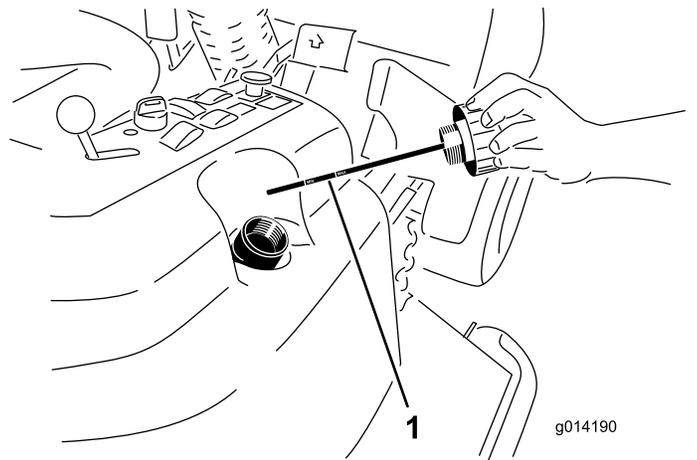

图40
4. 从加油颈上取下液压加油盖图40。
5. 取出量油尺用干净的抹布擦拭图40。
6. 将量油尺完全拧入加油颈然后再取出检查液位图40。